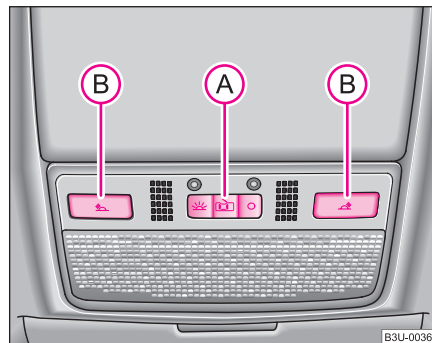

Fig. 41 Plafonul: Iluminarea interioară față
- Aduceți întrerupătorul (A) ⇒ fig. 41 în poziție mijlocie .
- Apăsați întrerupătorul **(B)** ⇒ pagina 62, fig. 41, pentru a aprinde sau stinge lumina de citit din dreapta, respectiv din stânga.